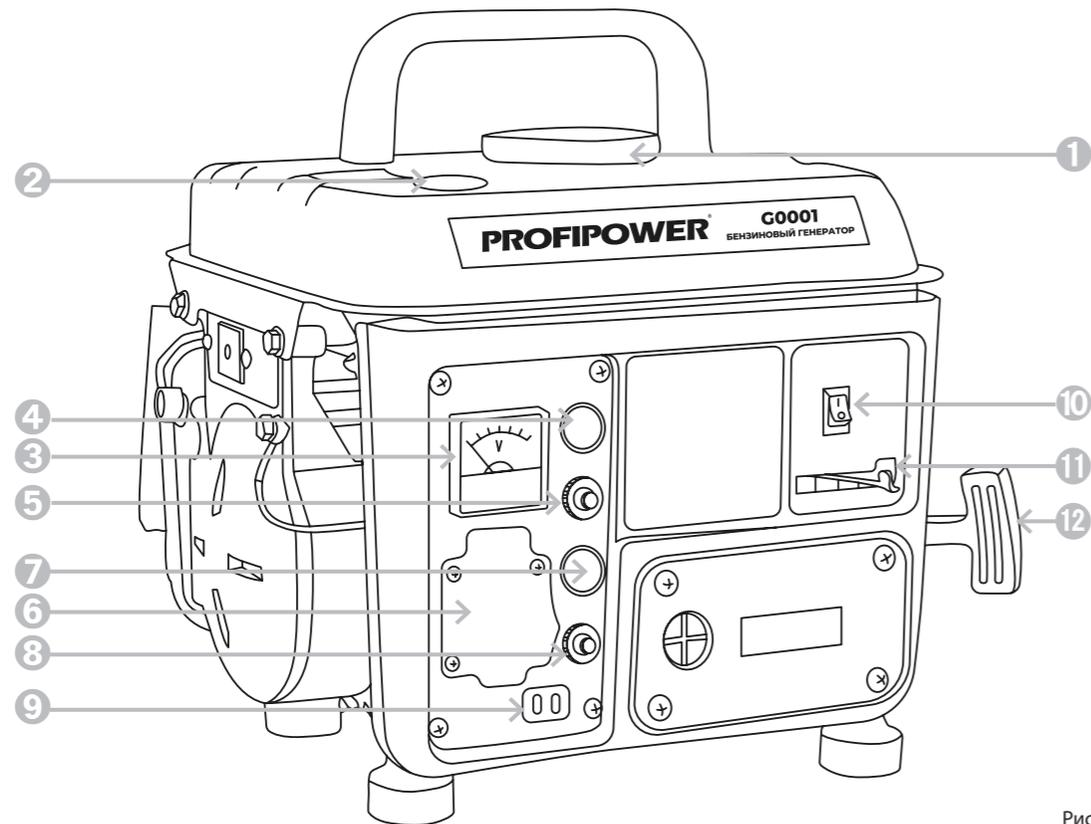

Рисунок 2. Описание
Принцип работы генератора основан на физических законах преобразования энергии: энергия топлива, сгорающего в двигателе внутреннего сгорания, преобразуется в механическую энергию, которая приводит в движение коленчатый вал. Крутящий момент, создаваемый коленчатым валом, передается через соединительную муфту на электрическую машину переменного тока (электрический генератор). Генератор с инверторным блоком преобразует механическую энергию в электрическую, которая используется электропотребителями. Общий вид генератора представлен на рисунке 2. Основным компонентом генератора является генераторный блок, который включает в себя двухтактный двигатель внутреннего сгорания и электрический генератор (ротора и статора) с автоматическим регулятором напряжения. Система питания двигателя 2Т обеспечивает оптимальное соотношение горючей смеси (топлива, масла и воздуха). Устройство регулировки воздушной заслонки карбюратора позволяет запускать бензиновый двигатель в холодную погоду. Запуск двигателя осуществляется с помощью ручного стартера, используя рукоятку. Во время запуска и работы двигателя высокое напряжение от блока зажигания подается на свечу зажигания через высоковольтный провод. Заправка топливного бака (2) (рис. 2) произво-
Снимите крышку топливного бака (1) (рис.2) и проверьте уровень топлива. При заправке убедитесь, что в горловине топливного бака установлен фильтр (сеточка). Используйте качественное топливо — смесь масла 2Т и бензина АИ-92. Помните, что качество топлива является ключевым фактором для легкого запуска и стабильной работы двигателя! В зимний период рекомендуется чаще заправлять бак, чтобы поддерживать его полный уровень. Это поможет избежать накопления воды в топливе, которая может конденсироваться на стенках полупустого бака.
- 4 Включите прерыватель цепи переменного тока (5) (см. Рис. 2).